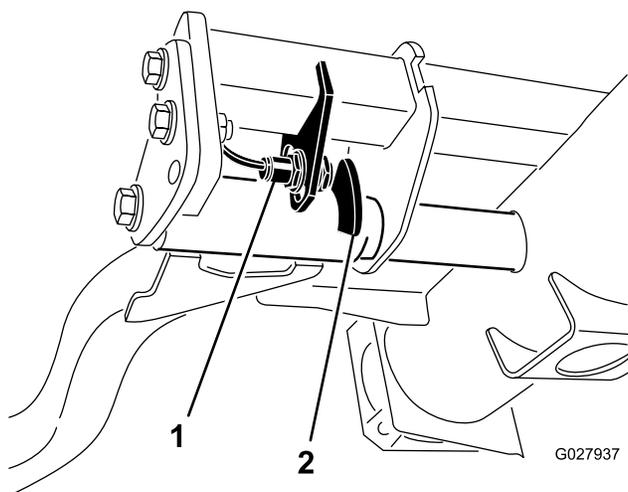

Рисунок 38
2. Переключатель подъемного рычага расположен под гидравлическим баком позади переднего правого подъемного рычага (Рисунок 38).